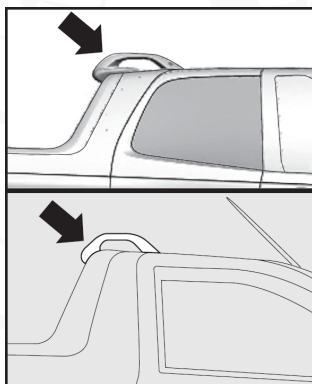
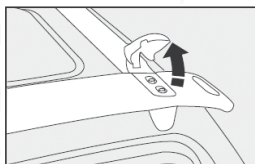
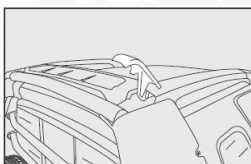

fig. 111
fig. 122
fig. 123
Para quitarla, suelte el extremo A-fig.111 de los cables de los dos lados del compartimiento de carga. Coloque la tapa a 45° (fig. 112) y tire de la misma en el sentido de la flecha - fig. 112.
- Utilice el porta escaleras fig. 111 para apoyar y fijar correctamente los objetos más altos. En algunas versiones con cabina extendida y CC Adventure, es necesario levantar antes los limitadores fig. 122 o A-fig. 123 (700 CC).
Al utilizar el porta escaleras, no apoye objetos cuyo peso exceda 50 Kg. En el caso de los limitadores fig. 111, no los obligue a soportar fuerzas laterales superiores a 30 Kg.